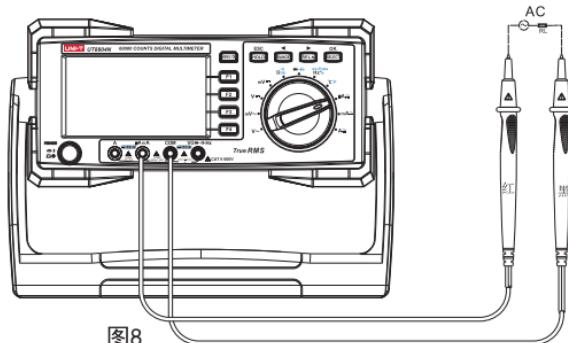

图8
- (1) 将红表笔插入 " μA mA" 或 "A" 插孔，黑表笔插入 "COM" 插孔。
- (2) 将仪表的旋转开关转到 $\mu\text{A}\text{--}$ 或 $\text{mA}\text{--}$ 或 $\text{A}\text{--}$ ，按 SELECT 键选择所需测量的直流，如图8，将仪表表笔串联待测回路中。